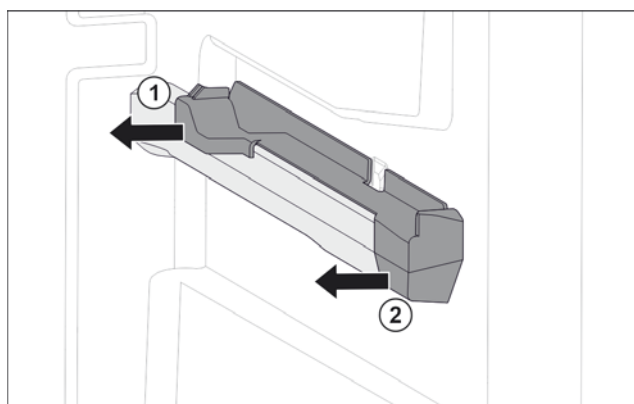

Fig. 50 Вставная часть на правом контейнерном ребре
- Отодвиньте вставную часть сзади в сторону. Fig. 50 (1)
- Отодвиньте вставную часть спереди в сторону. Fig. 50 (2)